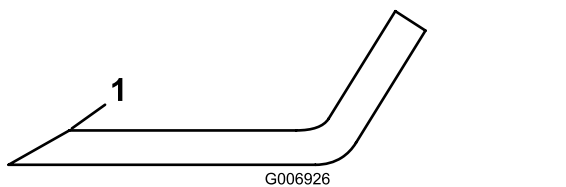

图 75
4. 检查所有刀片的刀刃。如果刀刃变钝或出现裂口则应打磨刀刃只打磨刀刃的边缘保持最初的切割角度以保证锋利度图 75。